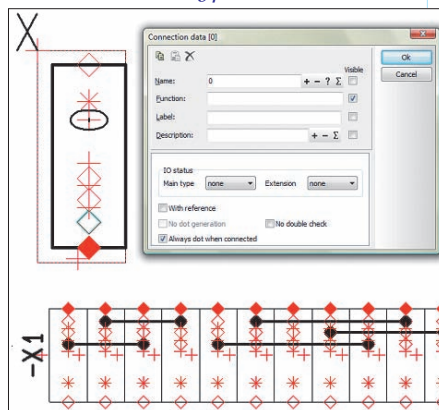

Рис. 13. Меню редактирования символа (УГО)
- кликнуть на символе правой клавишей мыши и зайти в меню редактирования символа (рис. 13);